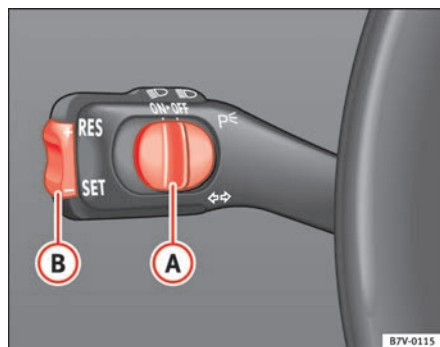
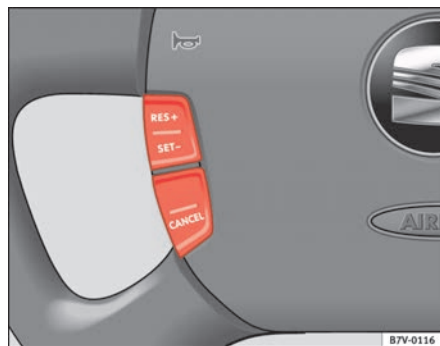

Abb. 132 Blinker- und Fernlichthebel: Schalter **A** und Wippe **B** für GRA
Abb. 133 Multifunktionslenkrad: Bedienelemente für die GRA
- Schieben Sie den Schalter \Rightarrow Abb. 132 **A** nach links auf **ON**. Bei eingeschalteter Geschwindigkeitsregelanlage leuchtet im Kombiinstrument das Symbol  auf.
- Schieben Sie den Schalter \Rightarrow Abb. 132 **A** nach rechts auf **OFF**, oder drücken Sie einmal die Taste \Rightarrow Abb. 133 **CANCEL**.
- Drücken Sie den unteren Teil der Wippe **SET** \Rightarrow Abb. 132 **B** oder die Taste \Rightarrow Abb. 133 **SET-** einmal kurz, wenn die zu speichernde Geschwindigkeit erreicht worden ist. Die anliegende Geschwindigkeit wird gespeichert und konstant gehalten.
- Drücken Sie den oberen Teil der Wippe **RES+** \Rightarrow Abb. 132 **B** oder die Taste \Rightarrow Abb. 133 **RES+** so lange, bis die gewünschte Geschwindigkeit erreicht ist.
- Drücken Sie den unteren Teil der Wippe **SET-** \Rightarrow Abb. 132 **B** oder die Taste \Rightarrow Abb. 133 **SET-** so lange, bis die gewünschte Geschwindigkeit erreicht ist. Die Geschwindigkeit wird durch Gaswegnahme verringert, es wird nicht aktiv gebremst.
- Schieben Sie den Schalter ⇒ Seite 180, Abb. 132 **A** auf „OFF“ oder
Zur Wiederaufnahme der Regelung, lassen Sie das Brems- oder Kupplungspedal los, schieben Sie den Schalter **A** auf ON oder drücken Sie den oberen Teil der Wippe ⇒ Seite 180, Abb. 132 **RES+** oder die Taste ⇒ Seite 180, Abb. 133 einmal.